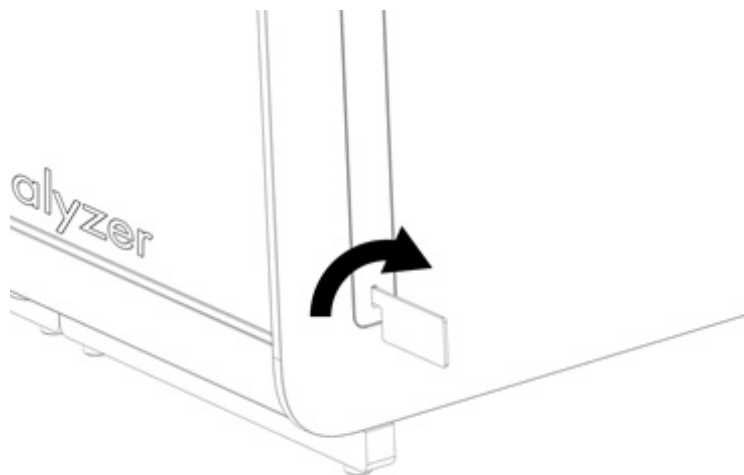

图 5. 拆卸防护罩。
2. 使用 QIAstat-Dx Analyzer 1.0 随附的防护罩拆卸工具拆卸分析模块侧面的防护罩（图 5）。